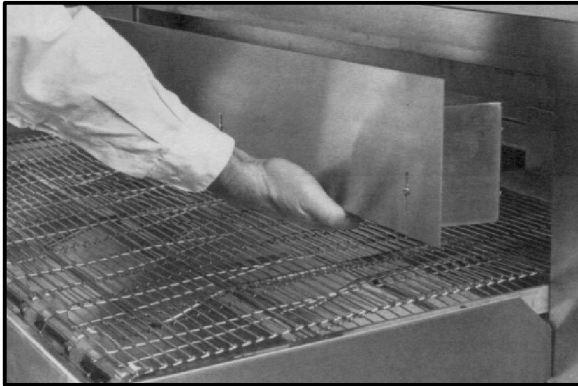

Figure 9
1. Installez les arrêteur supérieur aux deux extrémités du four. Voir Figure 9. Serrer les écrous à oreilles au bas de chaque arrêteur supérieur.